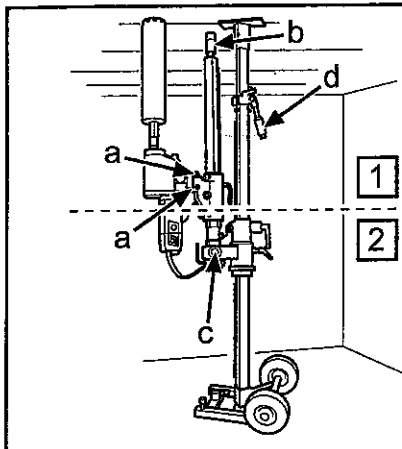

Fig.16
3. Montera bormaskinen i snabbfästet, skruva åt låsskruvarna (a) (Fig.16) med 24 mm nyckel.
4. Kontrollera att stämmskruven (b) i borrarplaren är i inskruvat läge. Fäll upp och lås borrarplaren med mutter 30 mm (c) (Fig. 16).
6. Skruva in stämpskruven mot taket för att fixera borrpelaren , säkra med låsmutter 30 mm (b) (Fig.16). Använd en träregel som mellanlägg.